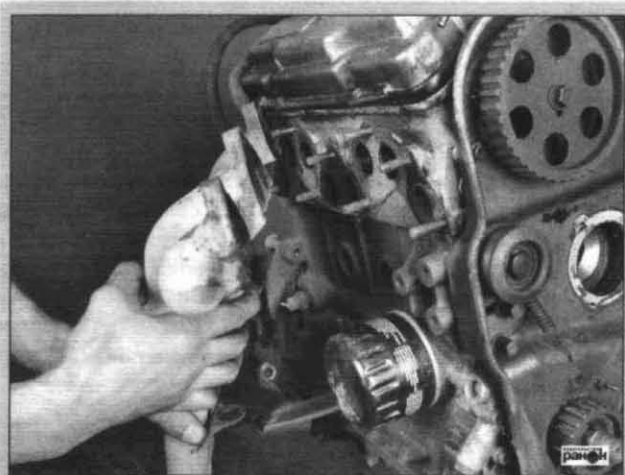

Рис. 3.24. Снятие выпускного коллектора
- отвернув болты крепления, снять выпускной (рис. 3.24) и впускной (рис. 3.25) коллекторы;